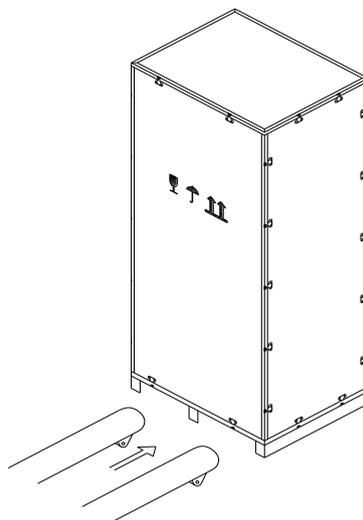

Fig.3-2 Trasporto verso il luogo d'installazione
2. Trasportare l'apparecchiatura con un carrello elevatore presso il luogo d'installazione scelto, come rappresentato in fig. 3-2.